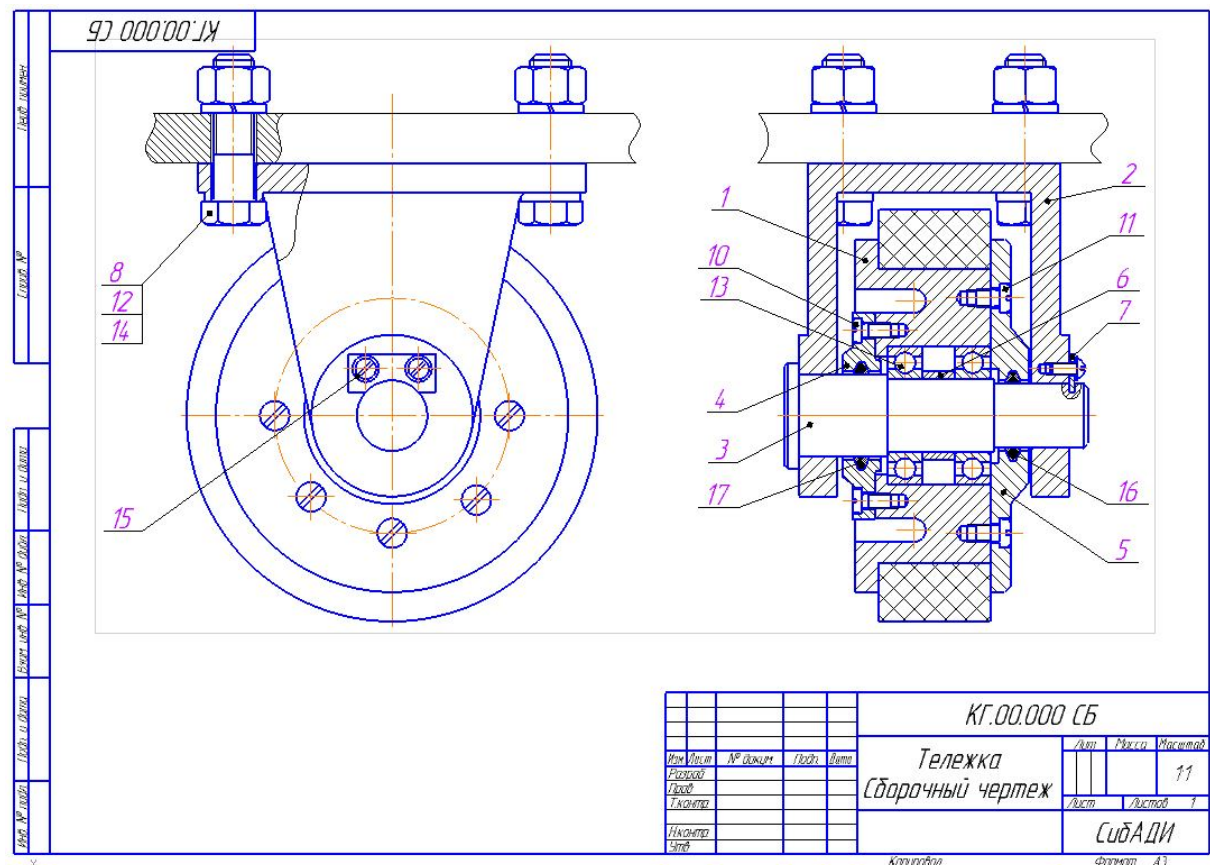

Рис. 4.80. Сборочный чертеж тележки
- Выровняйте позиции по вертикали (рис. 4.80).